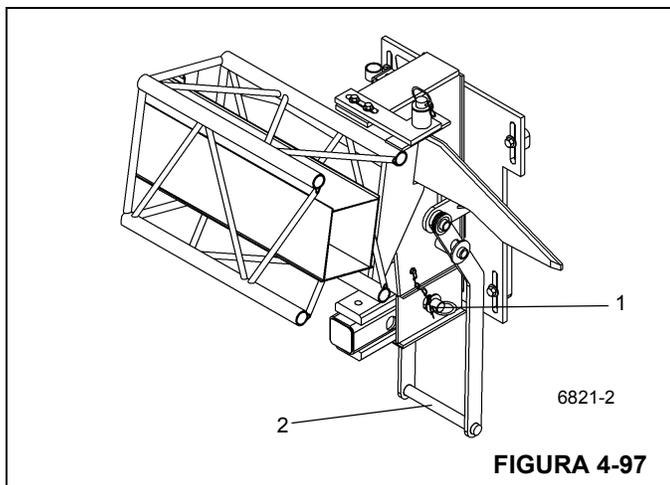

FIGURA 4-97
14. No suporte de armazenamento traseiro, remova o pino de retenção (Figura 4-97, 1) que fixa o suporte deslizante na posição "EXTERNA". Pressione a alavanca (Figura 4-97, 2) para empurrar a lança articulada contra a parte traseira da lança
15. Desengate as conexões de fixação da lança articulada dos olhais de fixação da extremidade da lança. Instale o pino de retenção (Figura 4-97, 1) que fixa o suporte deslizante na posição "INTERNA".